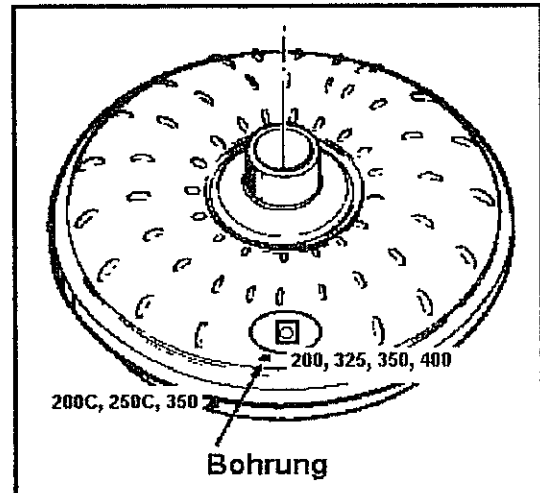

**Abb. 10-7 Lage des zu bohrenden Lochs zum Ablassen des Ölinhalts
- Ein Loch der Größe 1/8 Zoll wie in Abb. 10-7 gezeigt an der Wölbung zur Aufnahme der angeschweißten Muttern bohren.